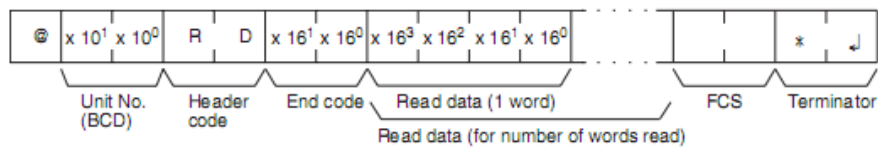

Figura 12. Sintaxis comandos Host Link.
26. Verifique en la dirección DM3000 si está presente la trama de recepción con los datos esperados, ver en la Figura 12 como es el formato de la trama de recepción.